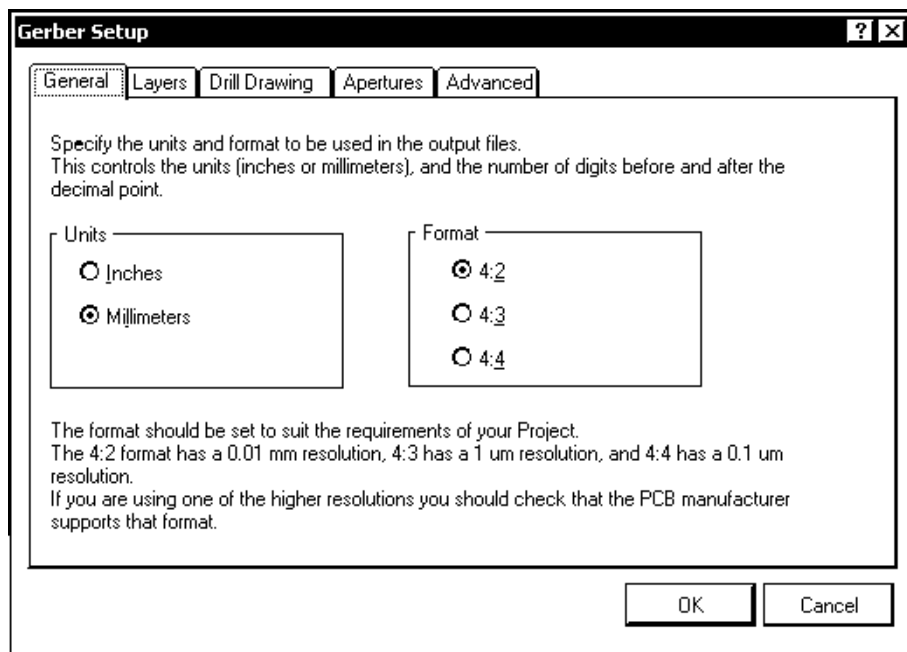

Рис. 13.10. Настройка параметров экспорта в формат фотоплоттера Gerber: панель формата координатных чисел
1. Активизировать команду главного меню **File | Fabrication Outputs | Gerber Files** (см. рис. 13.3). Открывается диалоговое окно настройки экспорта **Gerber Setup** (рис. 13.10) с пятью панелями-вкладками.